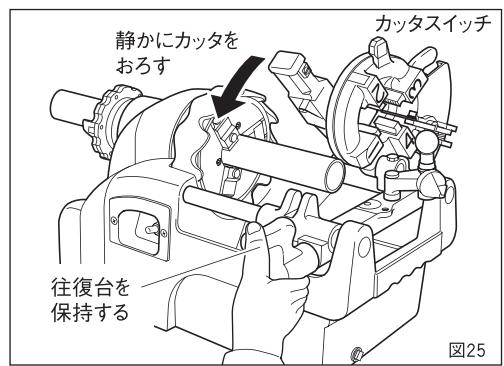

図25
- ② セーフティカバーの切削位置目盛を切削位置に合わせ、パイプマシンのスイッチをONにしてください。
- ③ パイプが回転をはじめたらカッタのスイッチをONにして、カッタを静かにパイプにのせてください。切れ目が入り安定するまで往復台は保持しておきます。(図25)